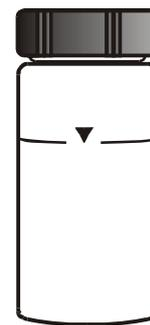

Figura 7: Vial
2. Prendere una vial pulita e asciutta (Figura 7).